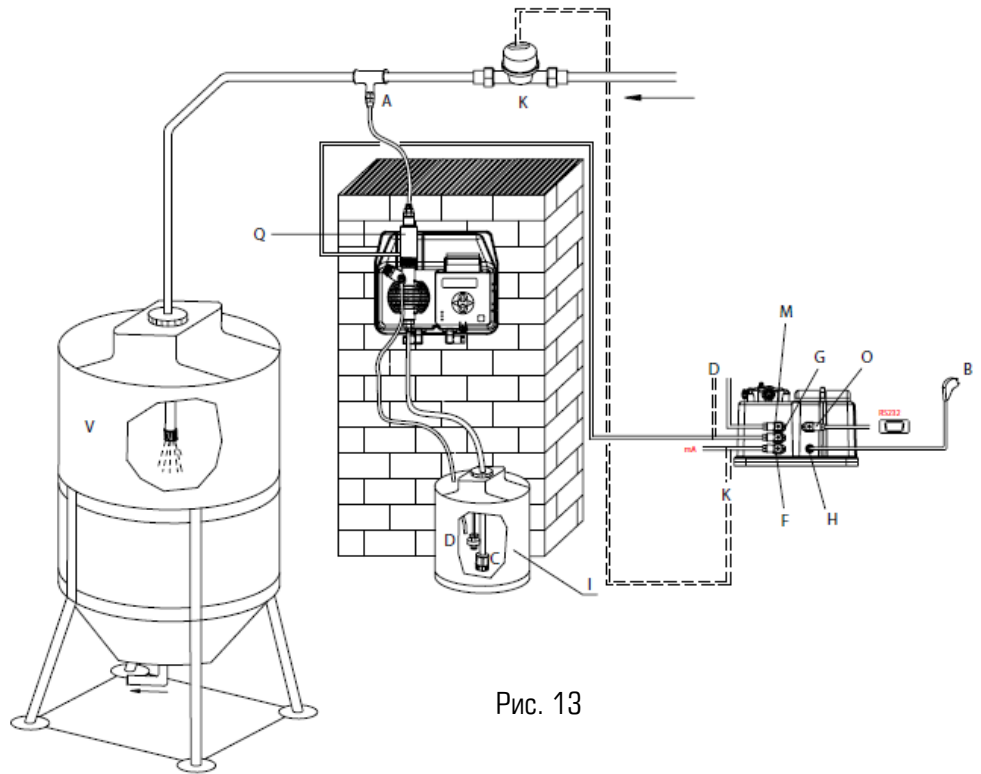

Рис. 13
6.4. ОБЫЧНЫЙ ВАРИАНТ УСТАНОВКИ (Рис.13, 14)